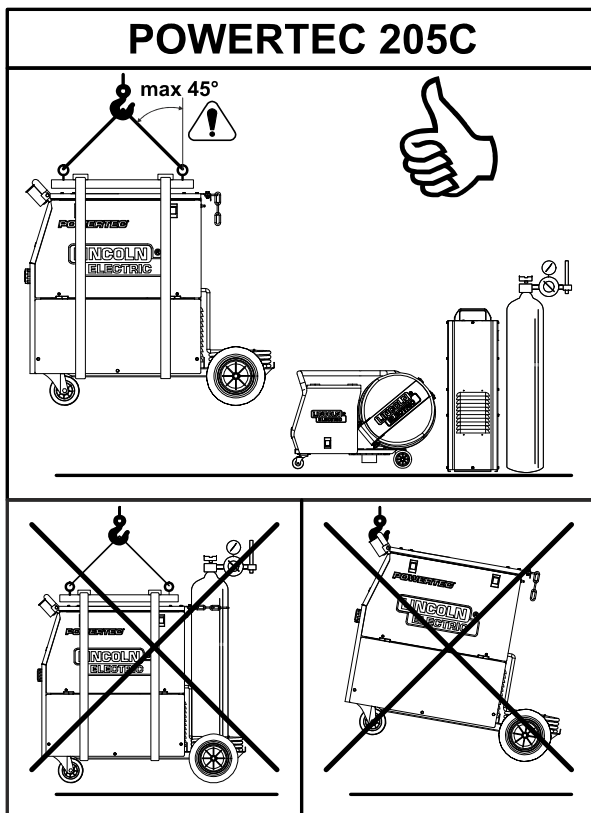

Figura 20.
Para transportar y levantar de manera segura la POWERTEC® 205C, vea la figura 20:
- Use un equipo de capacidad adecuada para levantar y sostener la unidad. Utilice una traviesa y al menos dos correas, como muestra la figura 20.
- Aplique una carga axial a 45 grados, como muestra la figura 20.